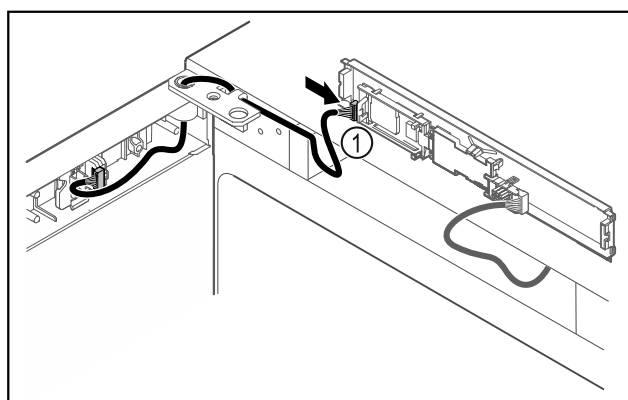

Fig. 41
- Enchufar el conector Fig. 41 (1) en la platina.